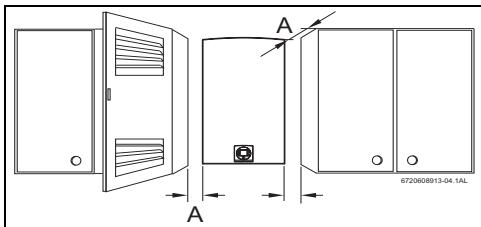

Рис. 21 Минимальные расстояния
- Соблюдайте минимальные монтажные размеры, указанные на (Рис. 21 ).